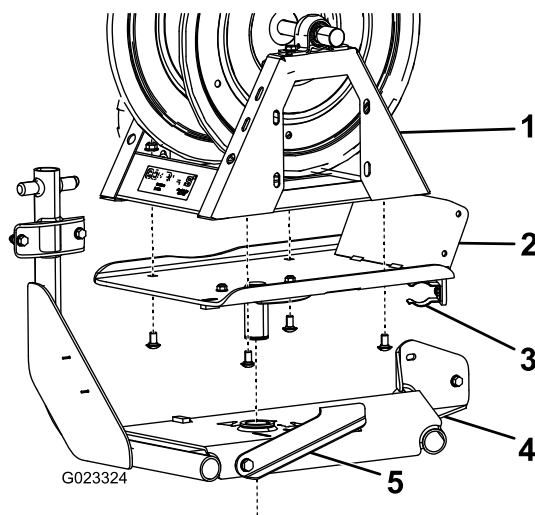

Figure 9
2. Fixez la plaque pivotante au bas du dévidoir au moyen de 4 boulons de carrosserie et de 4 écrous à embase ($\frac{3}{8}$ ") (Figure 9).
3. Passez la plaque pivotante dans le trou et sur le cadre du dévidoir (Figure 9).